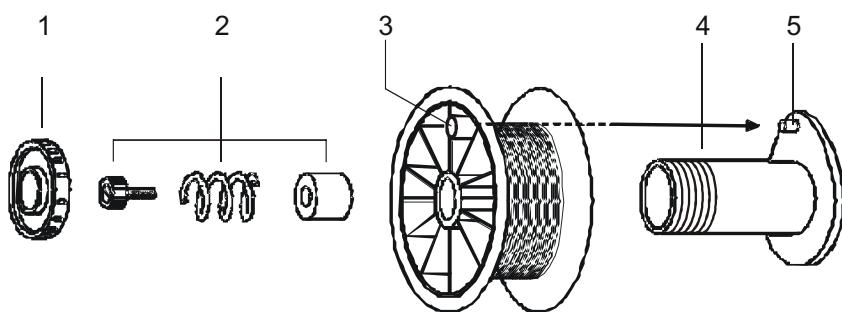

Fig.2
- Dévisser l'écrou de serrage (1 - Fig.2) pour placer la bobine de fil sur le support de bobine de fil (4-fig.1). Confirmer que le système de freinage (2- Fig.2) est opérationnel, avec la broche (5- Fig.2) correctement insérée dans le trou de la bobine (3- Fig.2). Une fois la bobine de fil installée, serrer l'écrou.